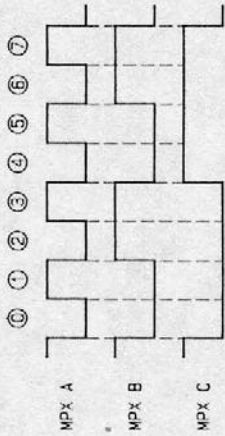

Fig.5
- スライダはつまみの位置に応じた電圧を0~+5Vの範囲で出力します。8本分のスライダ出力は1個の4051に入力され、IC5 (on MB) からのマルチプレクサ化信号によってマルチプレクスされた後、ボルテージ・フォロワを通じてIC5のアナログ入力ポートに入力されます。回路の概略をFig.4に、また、IC5からのマルチプレクサ化信号をFig.5に示します。